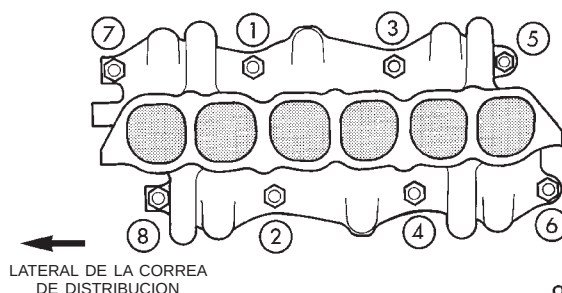

Fig. 38 Secuencia de torsión del múltiple de admisión
(1) Instale juntas nuevas en el múltiple de admisión. Apriete en la secuencia que se muestra en la (Fig. 38) con una torsión de 21 N·m (185 lbs. pulg.).